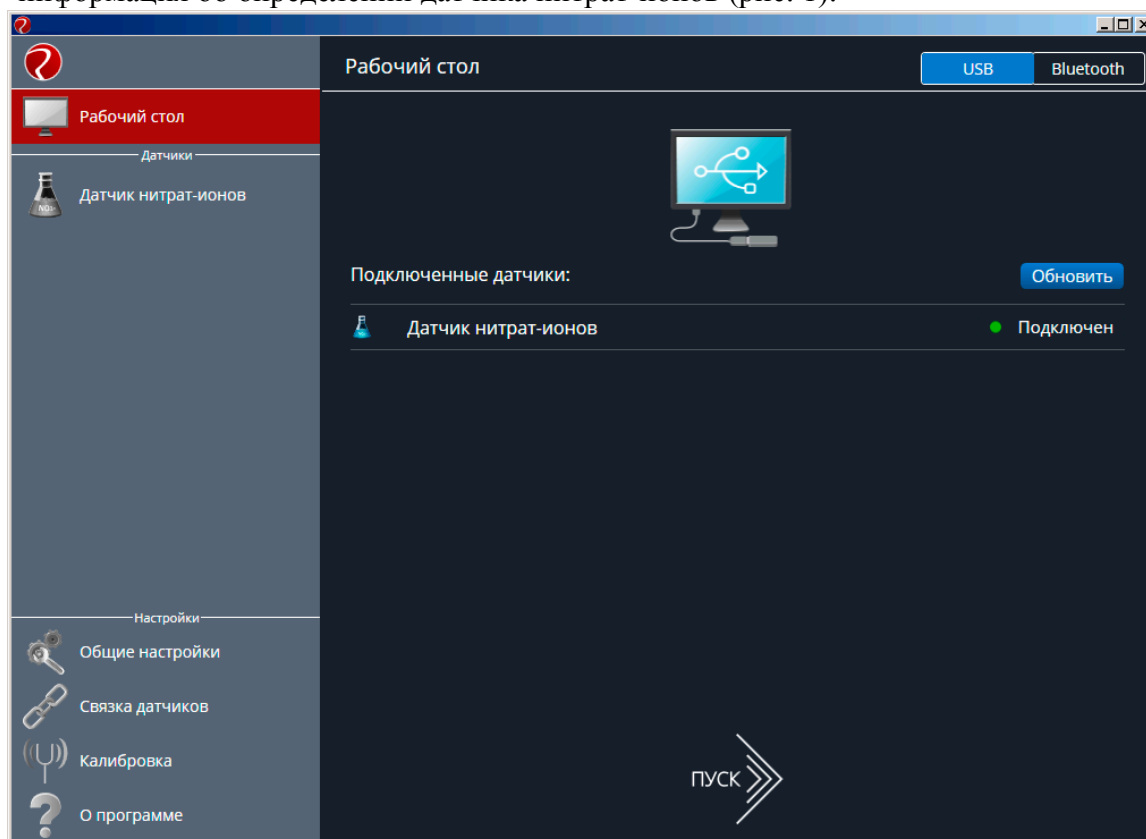

Рисунок 1 – Начальное окно работы Releon Lite 3.
- 2) Запустить программу Releon Lite 3. На первом экране программы должна отображаться информация об определении датчика нитрат-ионов (рис. 1).